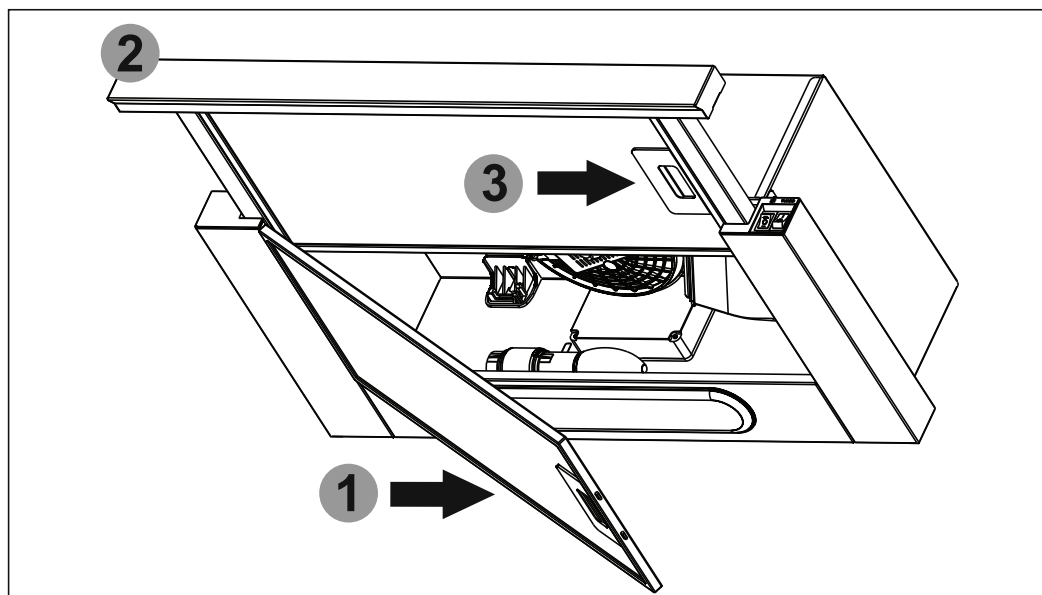

Рис.6
8.7 Для снятия алюминиевого фильтра (**рис.6**) следует нажать на пружинную задвижку алюминиевого фильтра **1** и снять его. Вытянуть выдвигающую панель с фильтром **2** и снять алюминиевый фильтр **3**. Установка фильтра выполняется в обратном порядке.